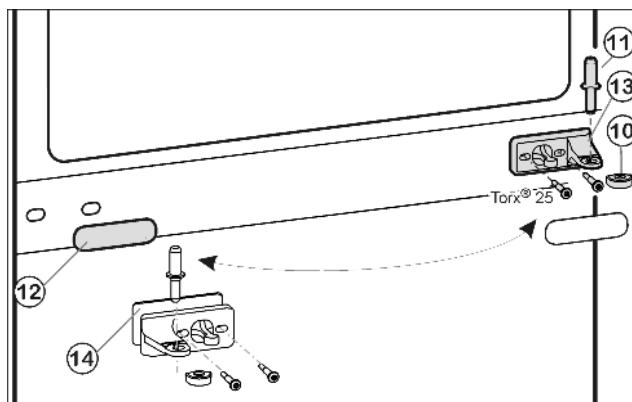
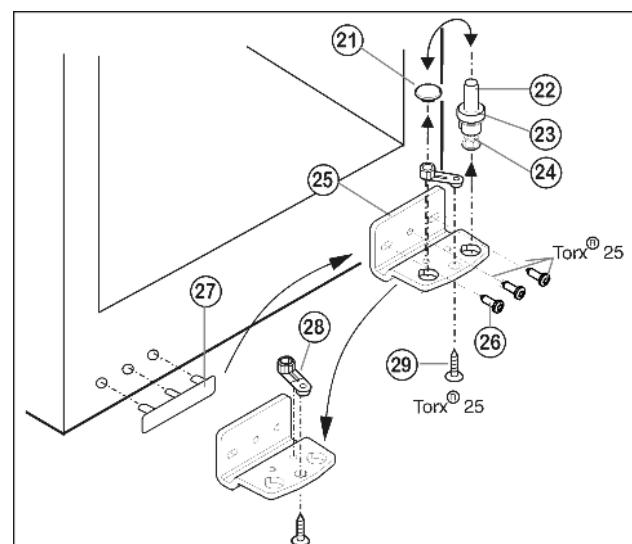

Fig. 5
Fig. 6
- Вытащите из опорного кронштейна и нижней дверцы средний опорный винт Fig. 5 (11).
- Снимите пластмассовый колпачок Fig. 5 (10).
- Открутите средний опорный кронштейн Fig. 5 (13) (2 шт. Torx® 25).
- Осторожно снимите накладку Fig. 5 (12).
- Прикрутите средний опорный кронштейн Fig. 5 (13) с подкладкой Fig. 5 (14) с поворотом на 180° на новую сторону шарнира (**с моментом 4 Нм**).
- Защелкните накладку Fig. 5 (12), повернув на 180 °, на стороне, где теперь будет ручка.
- Извлеките опорный винт Fig. 6 (22) в комплекте с шайбой Fig. 6 (23) и регулируемой опорой Fig. 6 (24), вытягивая его вверх.
- Снимите пробку Fig. 6 (21).
- Открутите Fig. 6 (26) опорный кронштейн Fig. 6 (25).
- Открутите Fig. 6 (29) опорную деталь Fig. 6 (28) и, перевавив в отверстие на противоположной стороне опорного кронштейна, снова прикрутите.
- Осторожно снимите и переставьте на противоположную сторону крышку со стороны ручки Fig. 6 (27).
- Снова прикрутите опорный кронштейн Fig. 6 (25) на новой стороне шарнира (**с моментом 4 Нм**). При необходимости используйте аккумуляторный шуруповерт.
- Переставьте пробку Fig. 6 (21) в свободное отверстие.
- Вновь установите опорный винт Fig. 6 (22) в комплекте с шайбой и регулируемой опорой. При этом фиксатор должен быть направлен назад.
- ▶ Установите нижнюю дверцу сверху на нижний опорный винт Fig. 6 (22).
- ▶ Снова наденьте пластмассовый колпачок Fig. 5 (10) на средний опорный кронштейн Fig. 5 (13).
- ▶ Вставьте средний опорный винт Fig. 5 (11) на новой стороне шарнира через средний опорный кронштейн Fig. 5 (13) в нижнюю дверцу.
- ▶ Установите верхнюю дверцу на средний опорный винт Fig. 5 (11).
- ▶ При необходимости выровняйте дверцы через два продольных паза в нижнем опорном кронштейне Fig. 6 (25) и среднем опорном кронштейне Fig. 5 (13) параллельно корпусу устройства. Для этого выкрутите средний винт на нижнем опорном кронштейне Fig. 6 (25).